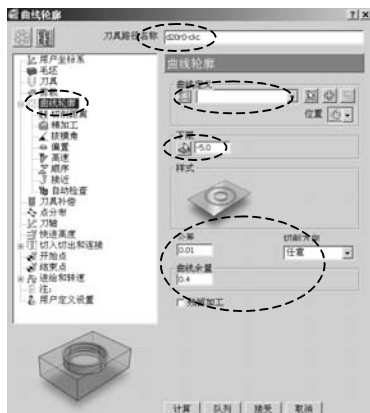

图 6-21 设置月形槽轮廓刀路参数
1) 在 PowerMILL 综合工具栏中，单击刀具路径策略按钮 ，打开“策略选取器”对话框，选择“2.5 维区域清除”选项卡，在该选项卡中选择“二维曲线轮廓”，单击“接受”按钮，打开“曲线轮廓”表格，按图 6-21 所示设置参数。